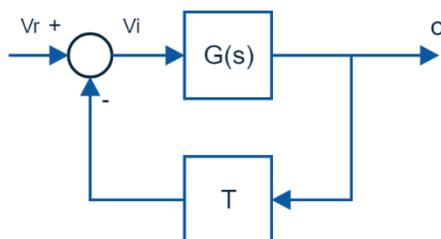

Figura 2
b) Para controlar la posición angular del eje, el sistema es realimentado de acuerdo a lo que se ve en la Figura 2, a través de un sensor de posición de transferencia $T(s) = T$. Determine la nueva transferencia del sistema en lazo cerrado. Indicar el rango de valores de A para los cuales el sistema en lazo cerrado es estable.